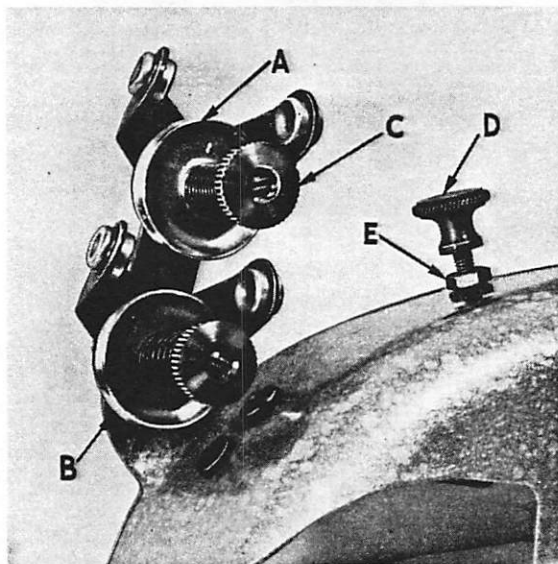

Fig.9
Die Spannungen für die Fäden befinden sich an der Abdeckhaube. Die Spannung A (Fig.9) reguliert den Greiferfaden, die Spannung B (Fig.9) den Nadelfaden.
Der Druck auf den Drückerfuß wird durch Verstellen der geränderten Einstellschraube D (Fig.9) reguliert. Es soll nur so viel Druck erzeugt werden, wie zum gleichmäßigen Transportieren erforderlich ist.
The needle and looper thread tensions are mounted on top of the machine (Fig.9). The upper tension (A) controls the looper thread and the lower tension (B) controls the needle thread.
The pressure on the presser foot is regulated by means of the knurled adjusting screw (D, Fig.9). Only enough pressure to feed the work uniformly should be applied.